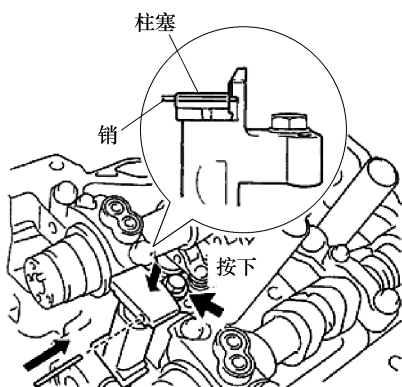

图 1-55 固定张紧器
⑤ 将销从链条张紧器上拆下。
① 用螺栓安装链条张紧器。
② 推入张紧器的同时，将一根直径为1.0mm的销子插入孔中，以将其固定，见图1-55。